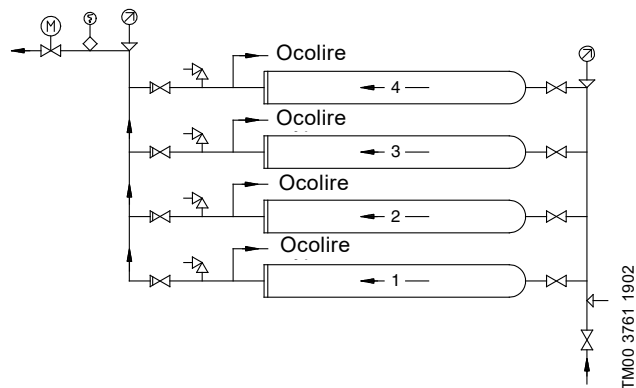

Fig. 7 Sistem de presurizare cu patru module conectate în paralel, montate unul peste altul
- Pentru modulele conectate în paralel, montate unul peste altul, recomandăm conectarea conductelor așa cum se indică în fig. 7. Această dispunere asigură faptul că modulele sunt umplute cu apă înainte de pornire.